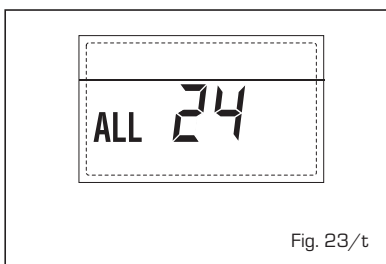

Fig. 23/t
- ANOMALÍA AVERÍA SONDA CALENTADOR SOLAR S2 "ALL 25" (fig. 23/u)